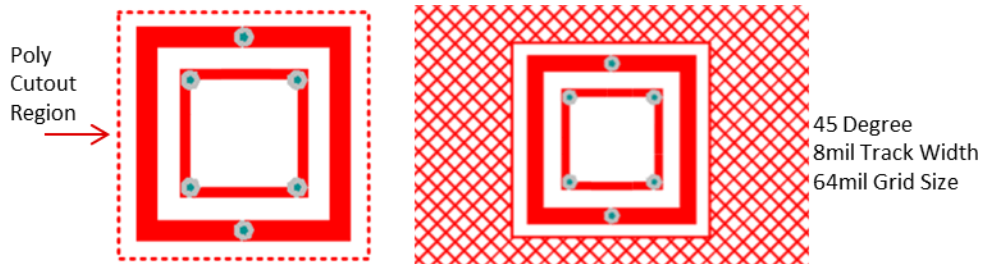

图 17. 接地覆铜
- 在设计任何尺寸或形状的按钮、滑块或滚轮时，控制任何传感器与接地覆铜之间距离的灵活方法是在传感器周围提供多边形切口区域（参见图 17）。从传感器到周围接地的间隙可以是 0.5mm 到 2mm，并且通常等于覆层厚度的一半。